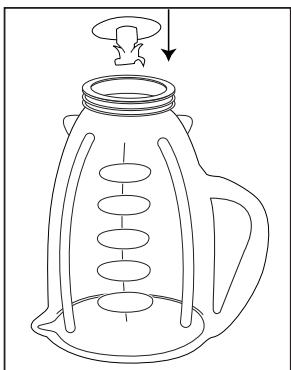

FIGURE 3
- Placez la lame dans le récipient. (Figure 3)